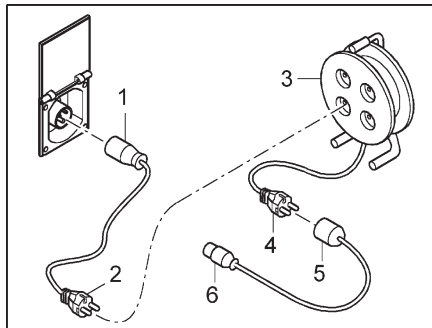

Bild 178 Anslutningsmöjligheter 230 V-anslutning
- CEE 17 anslutningskoppling med jordad kontakt (Bild 178,1) – kontakt med jordad kontakt (Bild 178,2)
- Uttag med jordad kontakt (Bild 178,3) – kontakt med jordad kontakt (Bild 178,4)
- Anslutningskoppling med jordad kontakt (Bild 178,5) – CEE 17 kontakt med jordad kontakt (Bild 178,6)